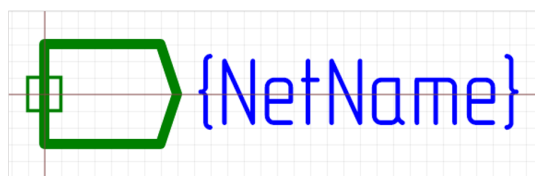

Рис. 68 Порт блоков Выход
- Выход – обозначение выхода из схмотехнического блока (вложенной схемы), см. Рис. 68.